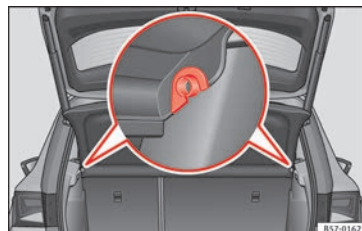

Fig. 160 Dans le coffre à bagages : dépose et repose de la plaque arrière.
- Dégagez la plage arrière des supports latéraux » fig. 160 en la tirant vers le haut puis en la détachant.
- Introduisez la plage arrière horizontalement en faisant coïncider la « forme en U » sur l'axe des supports » fig. 160, et appuyez vers le bas jusqu'à ce qu'elle s'encastre.